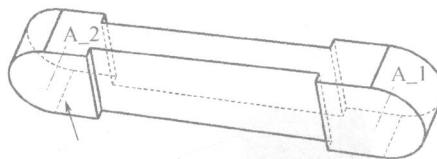

图 7-12
② 重复上面动作创建左侧圆弧面的中心轴，如图 7-12 所示。